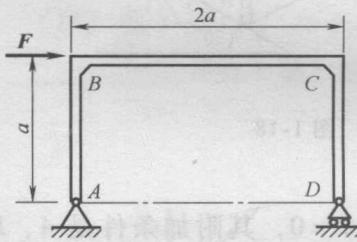

图 1-21
(3) 水平力  $F$  作用在刚架的 B 点, 如图 1-21 所示。若不计刚架重量, 试求支座 A 和 D 处的约束力。